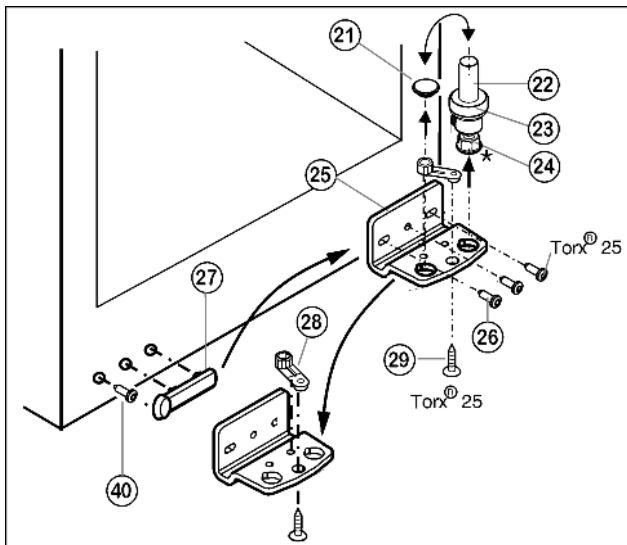

Fig. 5
- ▶ Извлеките опорный винт Fig. 5 (22) в комплекте с шайбой Fig. 5 (23) и регулируемой опорой* Fig. 5 (24), вытягивая его вверх.
- ▶ Снимите пробку Fig. 5 (21).
- ▶ Открутите Fig. 5 (26) опорный кронштейн Fig. 5 (25).
- ▶ Открутите Fig. 5 (29) опорную деталь Fig. 5 (28) и, переставив в отверстие на противоположной стороне опорного кронштейна, снова прикрутите.
- ▶ Осторожно снимите и переставьте на противоположную сторону крышку со стороны ручки Fig. 5 (27) и винт ().
- ▶ Снова прикрутите опорный кронштейн Fig. 5 (25) на новой стороне шарнира (с моментом 4 Нм). При необходимости используйте аккумуляторный шуруповерт.
- ▶ Переставьте пробку Fig. 5 (21) в свободное отверстие.
- ▶ Вновь установите опорный винт Fig. 5 (22) в комплекте с шайбой и регулируемой опорой*. При этом фиксатор должен быть направлен назад.
- ▶ Установите дверцу сверху на нижний опорный палец Fig. 5 (22).
- ▶ При необходимости выровняйте дверцы через два продольных паза в нижнем опорном кронштейне Fig. 5 (25) параллельно корпусу устройства. Для этого выкрутите средний винт.